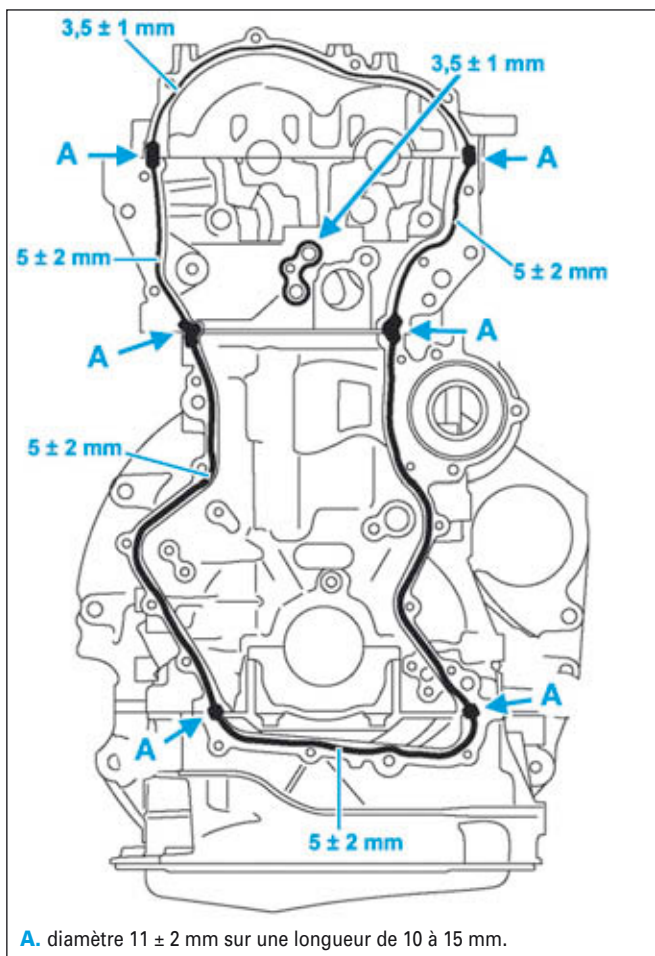

FIG.100
- la vis (26).
- Déposer un cordon de joint silicone sur la face de distribution (Fig.100).